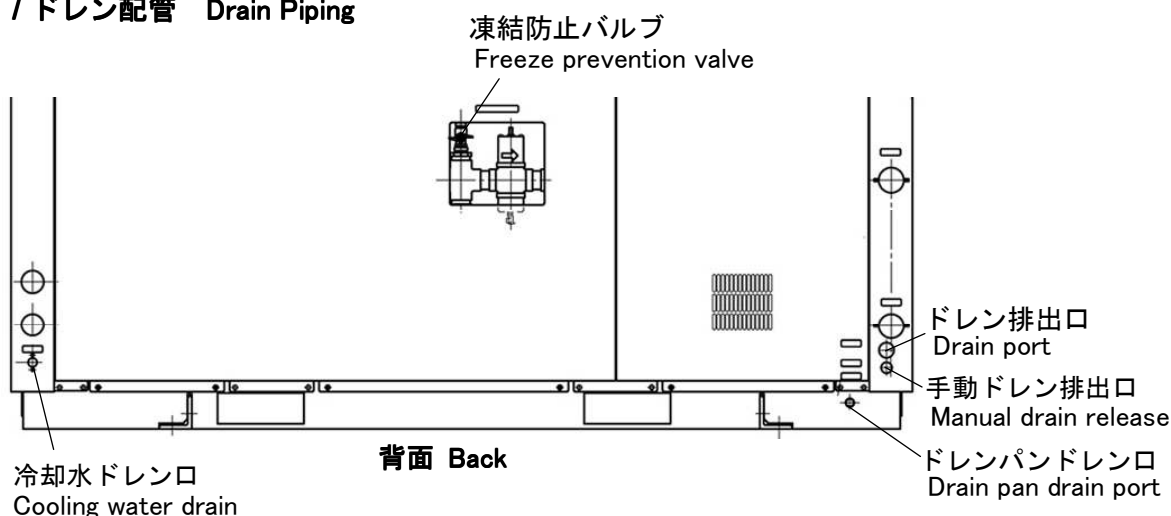

図 1. Figure 1.
やむを得ず立ち上がりを設ける場合は、バルブまたはドレントラップを取り付け、水が抜けるようにしてください。(図1)
Do not allow a rise in the piping from the air compressor to the air dryer. If you cannot avoid a rise, install a valve or drain trap so that water can discharge. (See Fig. 1.)
1. 図 1 に示すドレンパンドレン口 (R3/8) に配管してください。
Attach R 3/8 piping to the drainpan drain port of Figure 1.
1. 図 1 に示す冷却水ドレン口 (Rp1/4) のプラグを外し、配管してください。配管の途中には別途バルブを設け、通常はバルブを閉じてください。
Remove the plug from the cooling water drain (Rp 1/4) of Figure 1 and attach piping. Install a valve along the piping and keep it normally closed.
3. 7 項図 1 に示す凍結防止バルブを開いてください。凍結防止バルブは、本機内の制水弁をバイパスします。凍結防止バルブを開かないと、本機停止中は制水弁が閉じているので冷却水は循環しません。本機を運転する場合は、必ず凍結防止バルブを閉じてください。
Open the freeze prevention valve of Figure1 in section 3.7.